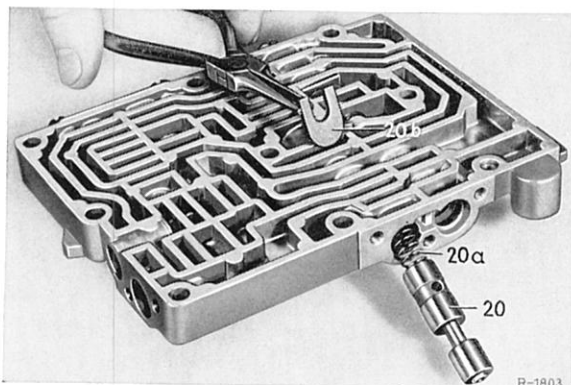

Bild 27-18/12
12 Löseschieber B 2 (20) mit Feder (20a) herausziehen (Bild 27-18/12).
14 Kolben (23) und (24) einsetzen (Bild 27-18/9).